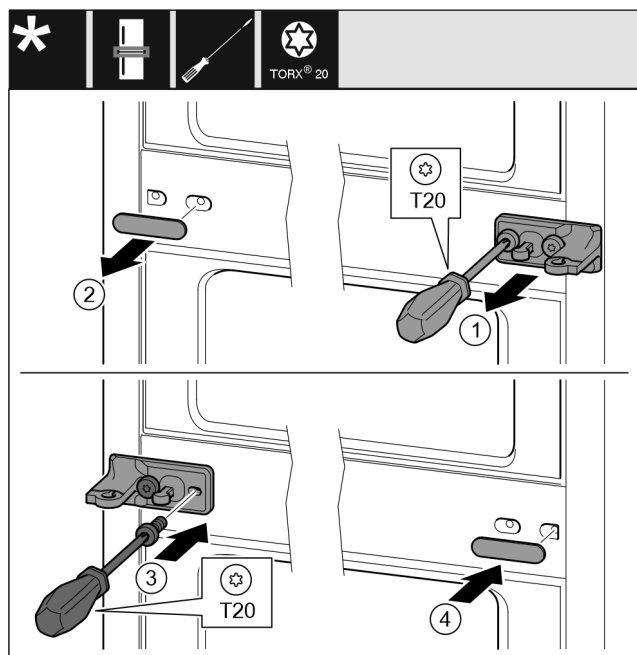

Fig. 11
- ▶ Skinite podložnu pločicu. Fig. 11 (1)
- ▶ Odvijačem T20 odvijte vijke. Fig. 11 (2)
- ▶ Oprezno skinite pokrov. Fig. 11 (3)
- ▶ Čvrsto zavijte podložak ležaja s folijom okrenuto za 180° na drugoj strani. Fig. 11 (4)
- ▶ Postavite pokrov okrenut za 180° na drugoj strani. Fig. 11 (5)
- ▶ Natakните podložnu pločicu s prednje strane. Fig. 11 (6)